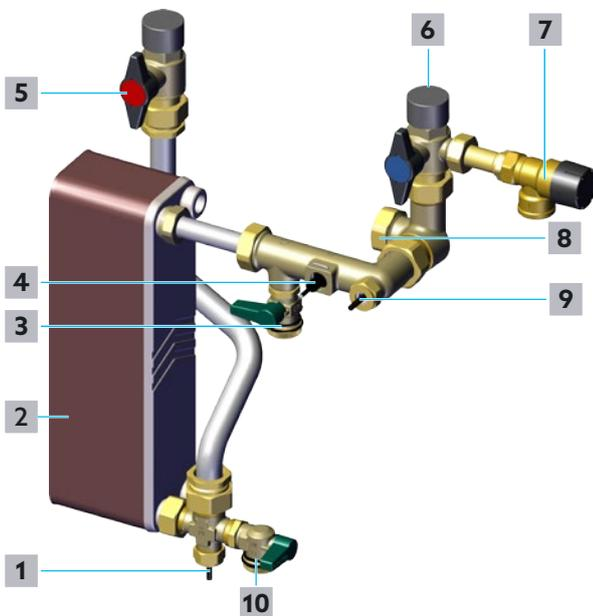

Fig. 31: Circuit E.C.S.
- 2 Fermer lentement le robinet d'arrêt à tournant sphérique - Eau chaude sanitaire (position **5** sur la Fig. 31 en page 49 et position **10** sur la Fig. 2 en page 12).
- 3 Fermer lentement le robinet d'arrêt à tournant sphérique - Eau potable froide (position **6** sur la Fig. 31 en page 49 et position **11** sur la Fig. 2 en page 12).
- 4 Dévisser le capuchon du robinet de vidange et de remplissage à tournant sphérique - Eau chaude sanitaire (position **10** sur la Fig. 31 en page 49 et position **16** sur la Fig. 2 en page 12).
- 5 Raccorder le tuyau de vidange pour l'eau potable au robinet de vidange et de remplissage à tournant sphérique - Eau chaude sanitaire (position **10** sur la Fig. 31 en page 49 et position **16** sur la Fig. 2 en page 12).
- 6 Ouvrir le robinet de vidange et de remplissage à tournant sphérique - Eau chaude sanitaire (position **10** sur la Fig. 31 en page 49 et position **16** sur la Fig. 2 en page 12).
- 17** Fermer le robinet de vidange et de remplissage à tournant sphérique - Eau chaude sanitaire (position **10** sur la Fig. 31 en page 49 et position **16** sur la Fig. 2 en page 12).
- 5 Fermer le robinet de vidange et de remplissage à tournant sphérique - Eau chaude sanitaire (position 10 sur la Fig. 31 en page 49 et position 16 sur la Fig. 2 en page 12).